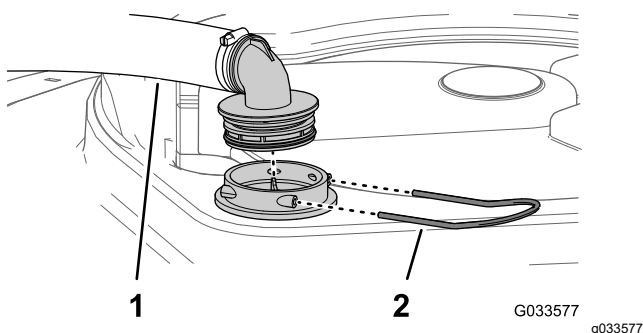

Figura 55
2. En la parte superior del depósito de fumigación, retire la horquilla de retención que sujeta el acoplamiento que está conectado a la manguera grande y al alojamiento del filtro (Figura 55).
3. Retire la manguera y el acoplamiento del alojamiento del filtro (Figura 55).